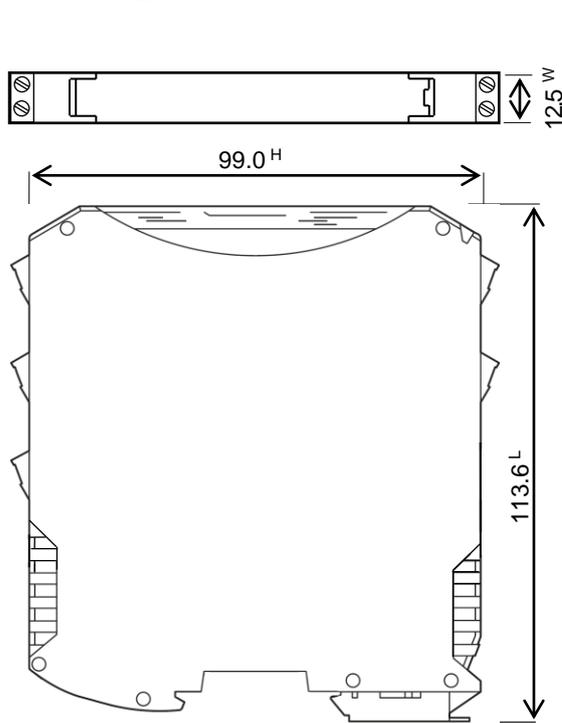

図 1 外形寸法図(ねじ端子台)
(1) 外形寸法 12.5W × 110.5H × 118L mm (端子台を含む) … 端子台を除く寸法・外観は、図 1 参照
(2) 保護構造 IP20
(3) 取付 35 mm DIN レール
(4) 端子